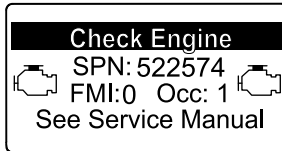

Bild 57
- Motorwarnung SPN 522574, FMI: 0 (Bild 57)